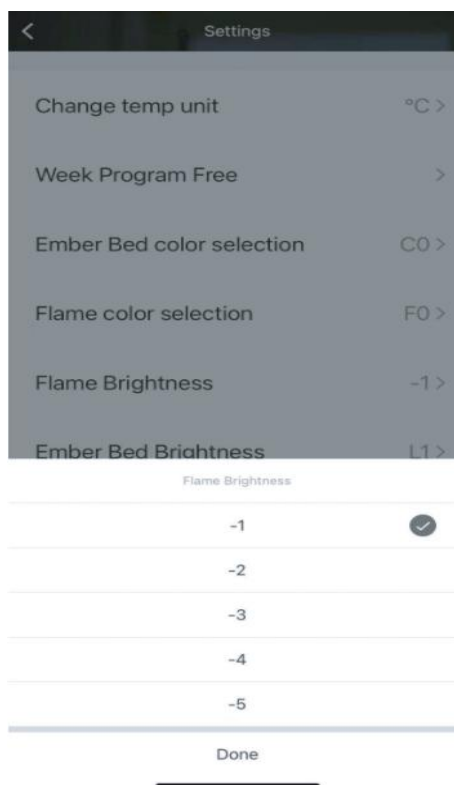

Abb. 13
8. Öffne die Kohlen-Helligkeit (Carbon Brightness) und wähle eine Helligkeitsstufe zwischen „-5“ bis „-1“, wie in Abbildung 13 gezeigt.